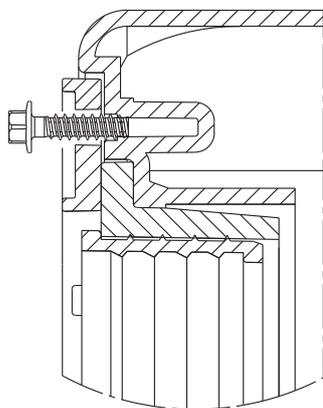

Рис. 16 Ослабьте болт на внешнем кольце
*Насосные установки Multilift MOG и MDG поставляются с ослабленными болтами на внешнем кольце диска регулируемого входного патрубка. См. рис. 16. Проверьте и затяните все болты с максимальным крутящим моментом затяжки 9 Нм перед тем, как подсоединять напорный патрубок.*